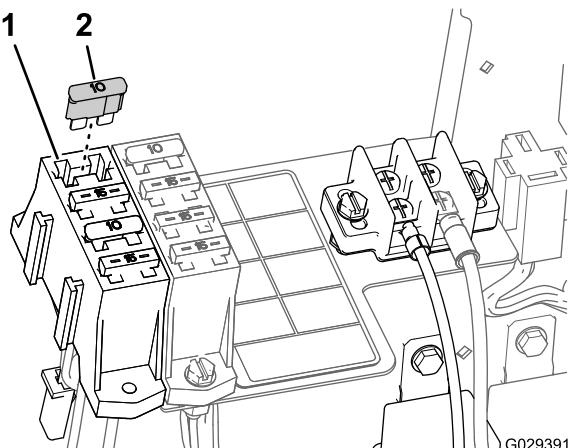

Figure 23
- Si le porte-fusibles comprend un connecteur à lame pour la machine, insérez le fusible de 15 A dans le porte-fusibles (Figure 23).